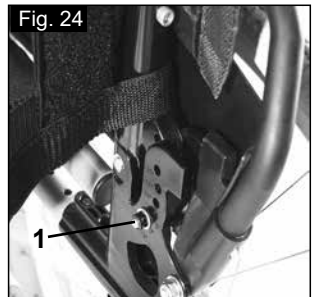

Fig. 24
El respaldo puede ser ajustado a 6 posiciones diferentes (-5° hacia delante, 0°, 5°, 10°, 15° y 20° hacia atrás). Para modificar el ángulo, retire el tornillo (1), establezca el ángulo deseado y vuelva a ajustar el tornillo (Fig. 24).